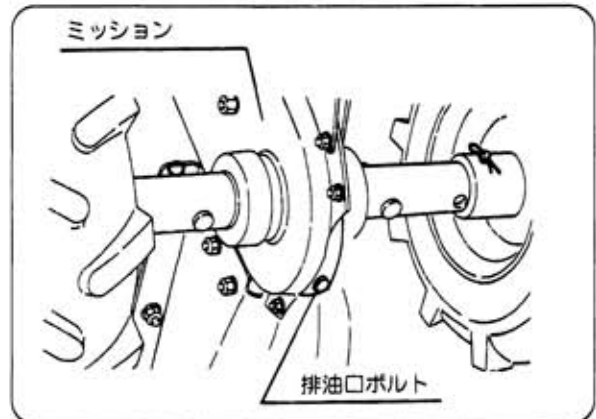

図35
- ① 注油栓を取外してください。
- ② ミッションケース下部にある排油口ボルトを取外して汚れたオイルを流し出してください。(図35)
- ③ 給油口からミッションオイルをゆっくり給油してください。